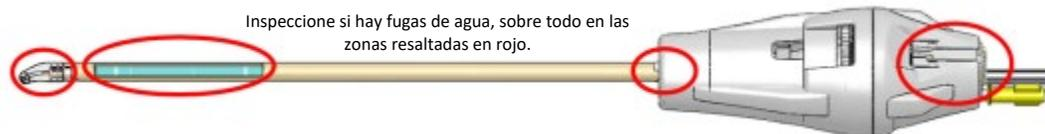

Figura 20: Zonas a inspeccionar en busca de fugas de agua en la UA
7. **Urólogo:** Inspeccione detenidamente la UA a lo largo del eje para detectar cualquier fuga de agua, prestando atención a las zonas de interés que se muestran en *la figura 20*. Si ve agua, la UA está defectuosa y no debe utilizarse.